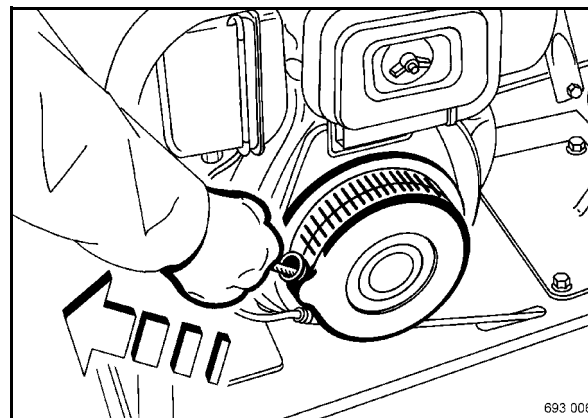

рис. 25
- Сильно потянуть за ручку стартера (рис. 25).